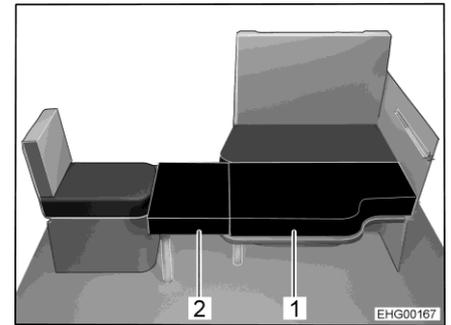

Fig. 124 Après la transformation
- Accrocher l'équerre de support (Fig. 125,2) de la planche supplémentaire au siège individuel et poser le coussin supplémentaire (Fig. 124,2) sur le plateau de table.
- Poser le second coussin supplémentaire (Fig. 124,1) sur le plateau de table.